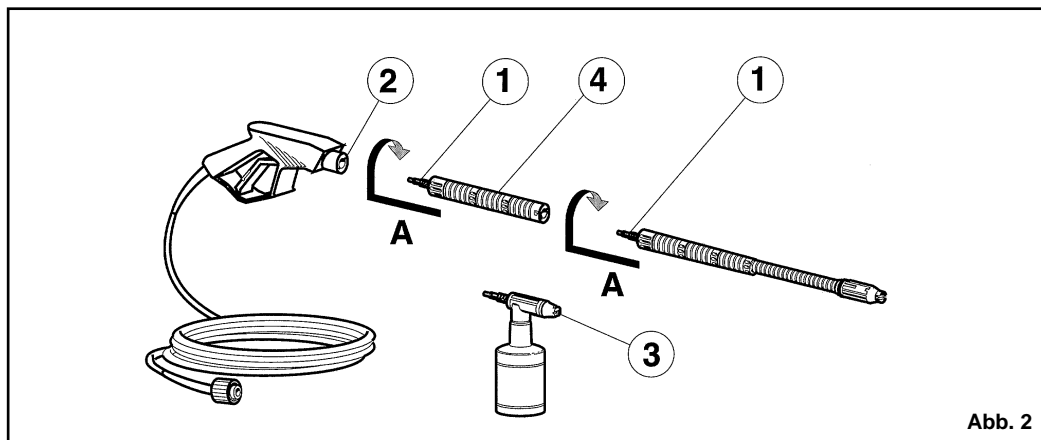

Abb. 2
Vor dem Einsatz der Hochdruckreiniger kann entweder die normale Lanze oder die Lanze für Schaumreinigungen aufgesetzt werden (vgl. Abb. 2 + Abb. 6)
Die Lanze rastet mit dem vorgeformten Teil (pos. 1) auf der Spritzpistole (pos. 2) vorsichtig und sorgfältig ein. Die Lanze wird in die durch Pfeil „A“ angezeigte Richtung gedreht und dann ca. um 15° nach rechts gedreht bis die beiden Bauteile komplett verbunden sind (vgl. Abb. 2)